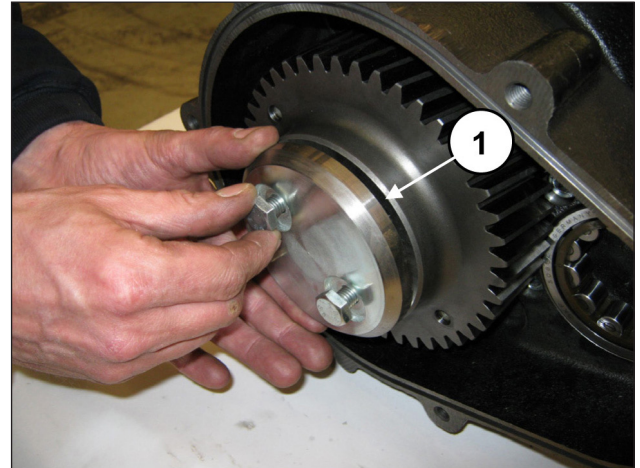

Fig. 76
Fixer le dispositif d'arrêt de la couronne (rep. ①, Fig. 76) à l'aide de 2 vis M10x25.